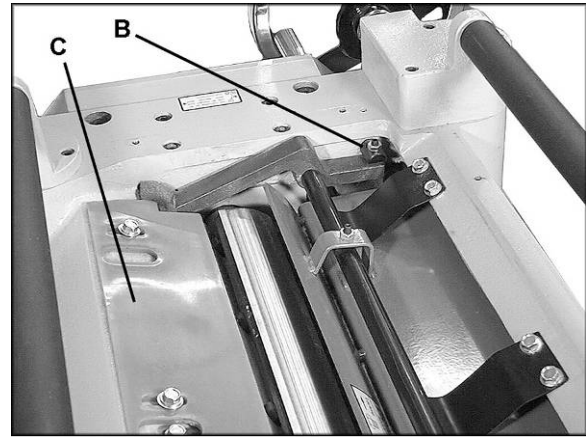

Рис. 29
2. Ослабьте стопорные гайки (В, Рис. 29) с обеих сторон ограничительной пластины и поверните регулирующие винты прижима, насколько необходимо.
3. Когда ограничительная пластина коснётся верхушки измерительного блока, затяните стопорные гайки (В, Рис. 29).
Пластина для отвода стружки (С, Рис. 29) предотвращает попадание стружки в вал разгрузки. Пластина для отвода стружки должна быть выставлена приблизительно на 1/16" (1,6 мм) от верхушки ножей. Убедитесь, что передний край пластины скошен таким образом, чтобы соответствовать форме строгального вала.